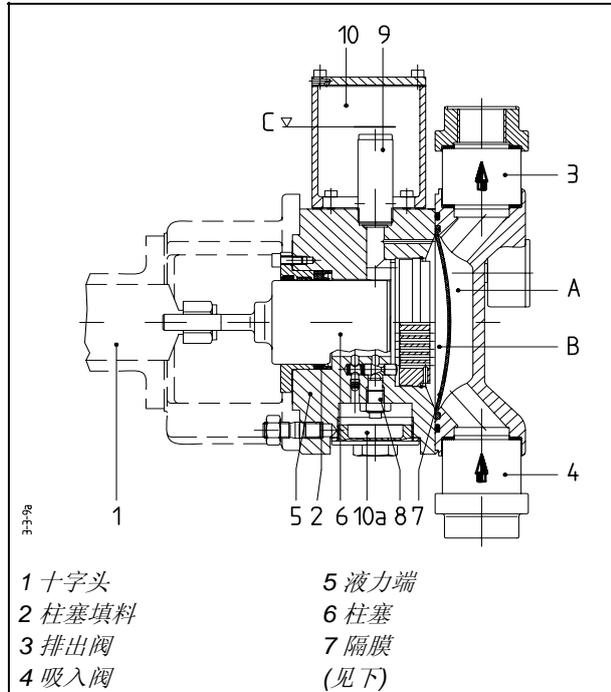
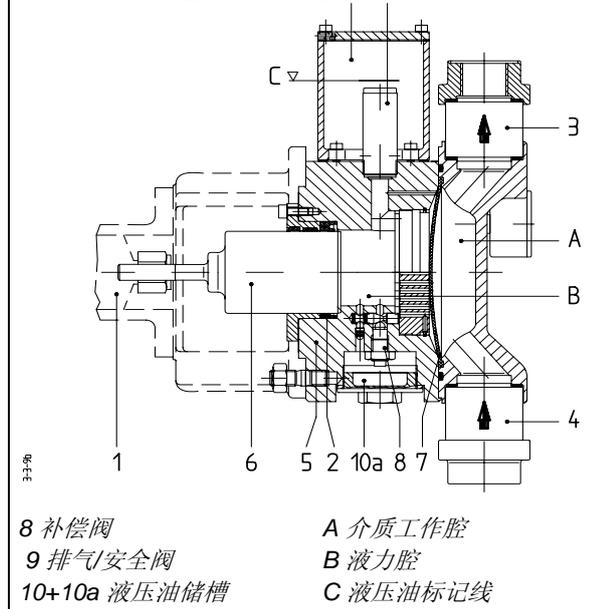

图 3.1:
图 3.2:
位于柱塞(6)和液力端(5)之间的柱塞填料(2)使液力腔(B)得以密封与大气隔绝。隔膜(7)将液力腔(B)与介质工作腔(A)分隔开，它将柱塞的往复运动传递到流体介质上。自动吸入阀(4)和排出阀(3)的开启与关闭由介质工作腔与吸入及排出管线的压力差来驱动。柱塞(6)与十字头(1)相连(见图 3.1 和 3.2)。
- **吸入冲程：**从前部顶点(图 3.1)到后部顶点(图 3.2)的运动。
- **排出冲程：**从后部顶点(图 3.2)到前部顶点(图 3.1)的运动。